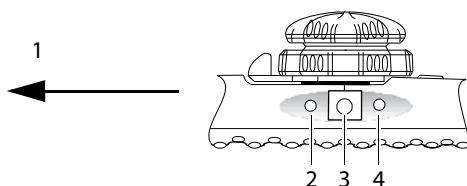

図 2-7 スキャン面回転ボタン
スキャン面の回転はプローブ内視鏡操作ハンドルに内蔵されているモーターで駆動し、内視鏡操作ハンドル側面のボタンで制御します（図 2-7 を参照）。
- ❖ 内視鏡操作ハンドル側面のバイプレーンボタン (中央のボタン) を押します。2-10 ページの図 2-7 を参照してください。
- 3 内視鏡操作ハンドル側面のスキャン面回転ボタンを押して、スキャン面を 0° から 180° まで反時計回りに回転させ、次に 180° から 0° まで時計回りに回転させます。2-10 ページの図 2-7 を参照してください。